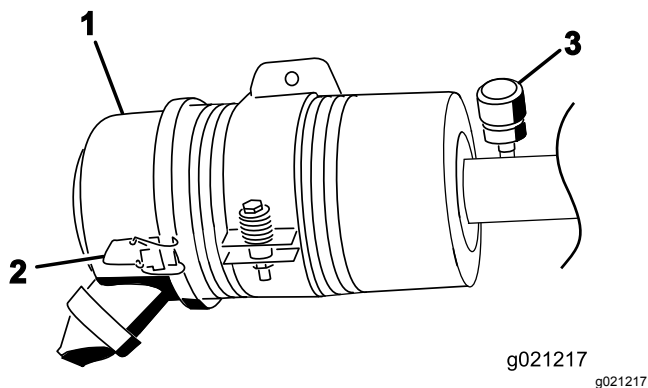

Figura 83
Revise el filtro del limpiador de aire únicamente cuando el indicador de mantenimiento lo requiera (Figura 83). El cambiar el filtro antes de que sea necesario sólo aumenta la posibilidad de que entre suciedad en el motor al retirar el filtro.
3. Abra los enganches que sujetan la tapa del limpiador de aire a la carcasa del limpiador de aire (Figura 83).